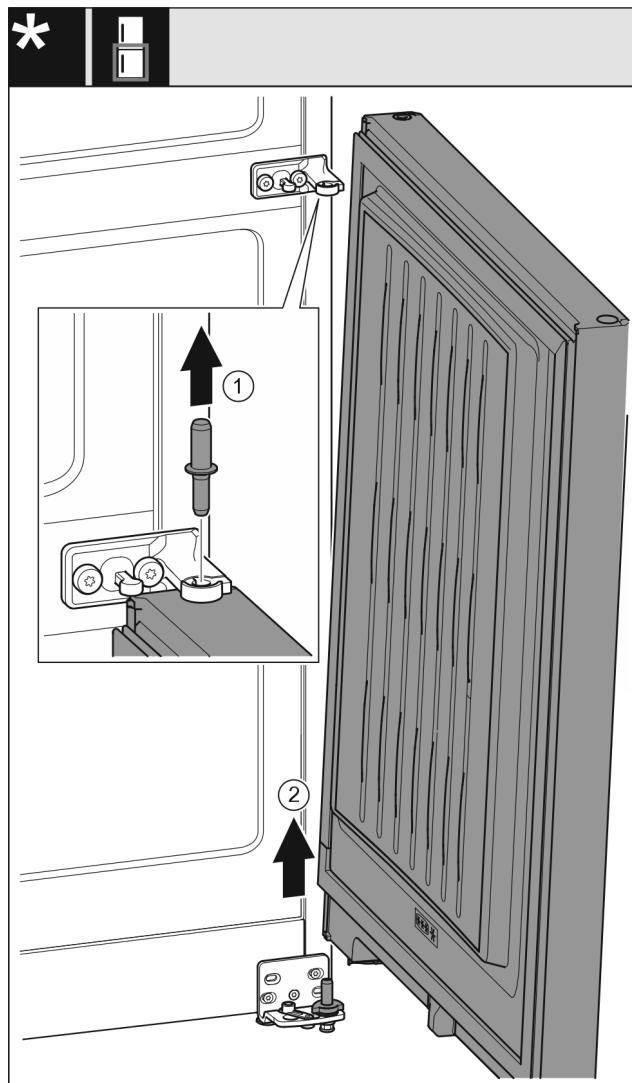

Fig. 7
- ▶ Витягніть гвинт догори. Fig. 7 (1)
- ▶ Відкрийте дверцята, зніміть рухом вгору та відкладіть убік. Fig. 7 (2)